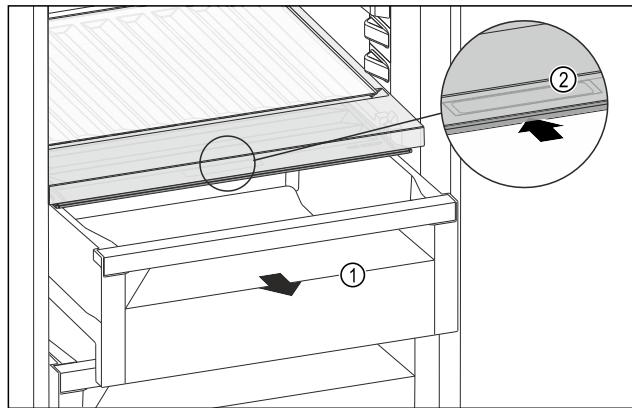

Fig. 124
- ▶ 拉出抽屉 Fig. 124 (1)。
- ▶ 抓住抽屉盖上的内嵌式拉手 Fig. 124 (2)，并同时向后推入抽屉盖。